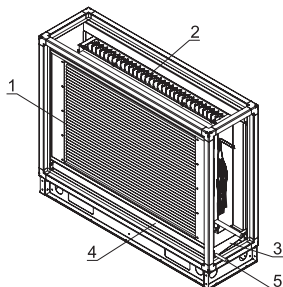

Рисунок 15
Воздухоохладитель (рис. 15) представляет собой теплообменник (1) с медными трубками и алюминиевыми ребрами. Патрубки коллекторов выполнены под пайку. Теплообменник (1) и каплеуловитель (2) установлены на специальные направляющие и образуют разборную конструкцию, позволяющую демонтировать их по отдельности. В корпусе секции так же установлен поддон (3) для сбора конденсата. Слив конденсата из поддона осуществляется через патрубок (5), установленный в поддоне.